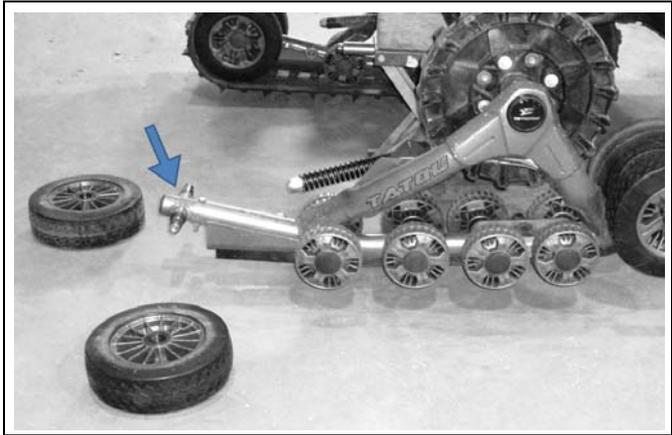

Figure 26
- Enlevez les deux roues de 255 mm vis-à-vis le tendeur de chenille (voir la Figure 26).